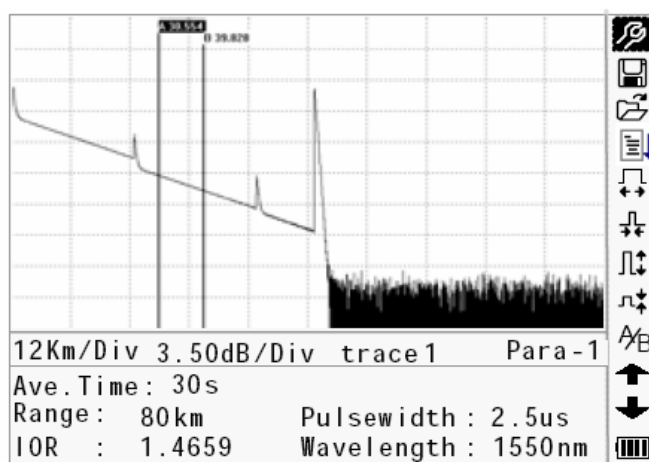
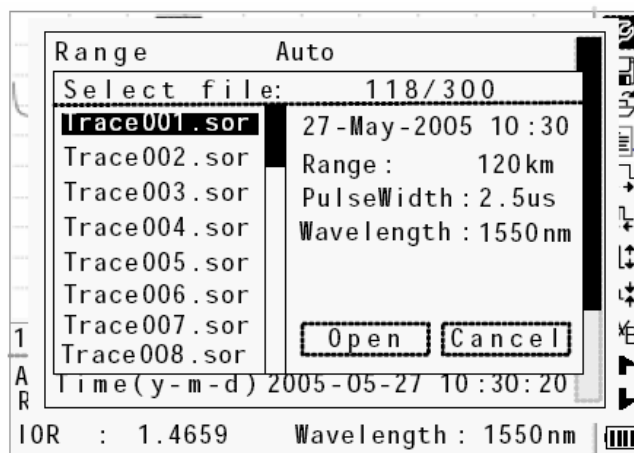

Рисунок 32. Рефлектограмма прибора palmOTDR
Рисунок 34. Просмотр сохраненных рефлектограмм
На графическом интерфейсе (Рисунок 32) нажмите  и элементы информационного окна будут отображаться повторяющимися циклами: измеряемый параметр → анализ → список событий → информация маркера A/B → измеряемый параметр.
В режиме графического интерфейса (Рисунок 32) нажмите , информационное окно переключится на список событий.
В режиме графического интерфейса (Рисунок 32) используйте кнопки  и  для выбора A/B, затем нажмите [Enter], чтобы переключиться между маркерами A/B. Используйте  и , чтобы перейти к маркеру A или B.
В режиме графического интерфейса (Рисунок 32) нажмите , чтобы переключить информационное окно на маркеры A/B.
- В режиме графического интерфейса (Рисунок 32) используйте кнопки  и  для выбора , затем нажмите [Enter], чтобы увеличить масштаб рефлеткограммы по горизонтали. Также увеличение масштаба рефлектограммы по горизонтали можно произвести комбинацией горячих клавиш [Shift/↵]+ на клавиатуре.
Эта функция предназначена для уменьшения масштаба рефлектограммы по горизонтали. В режиме графического интерфейса (Рисунок 32) используйте кнопки  и  для выбора  и нажмите [Enter], чтобы уменьшить масштаб рефлектограммы. Также для уменьшения масштаба рефлектограммы по горизонтали можно использовать комбинацию горячих клавиш [Shift/↵]+ на клавиатуре.
В режиме графического интерфейса (Рисунок 32 или Рисунок 28) используйте кнопки [▲] и [▼] для выбора , нажмите [Enter] для подтверждения, как показано на рис.34